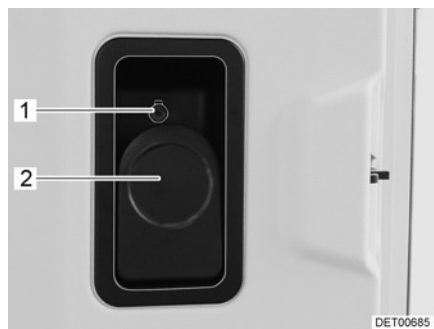

Fig. 17 Serratura della porta (porta di ingresso, lato interno, bloccata)
- Tirare la leva (Fig. 17,2).
- Premere il bottone di sicurezza (Fig. 17,1).